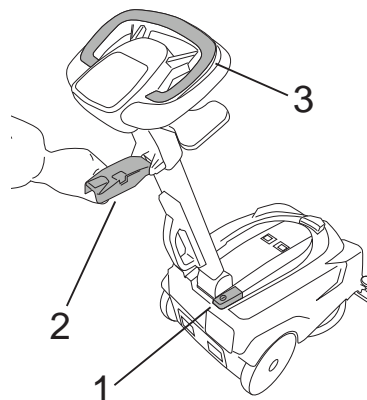

Fig.16
- Нажмите главный выключатель (рис. 16 - поз. 1).
- Опустите скребок при помощи рычага (рис. 16 - поз. 2).
- Передвиньте рычаг управления щеткой (рис. 16 - поз. 3).
- Поднимите скребок при помощи рычага (рис. 16 - поз. 2).